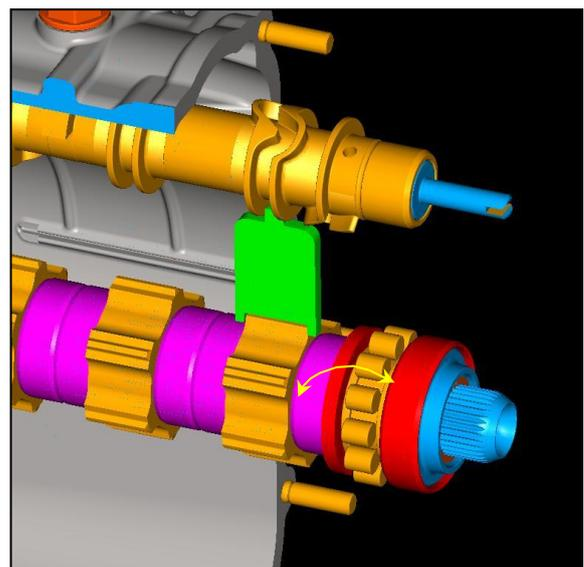

Bild 13
- Mit dem Einstellwerkzeug 240 384 0162 wird das Übereinstimmen der Schaltwalze mit den Naben am Mainshaft überprüft. Nach Aufsetzen des Werkzeugs an einer Nabe muss sich der Zapfen durch den geraden Abschnitt der Steuerbahnen an der Schaltwalze bewegen lassen, ohne mit den Seitenwänden der Bahnen zu kollidieren (siehe Bild 13).